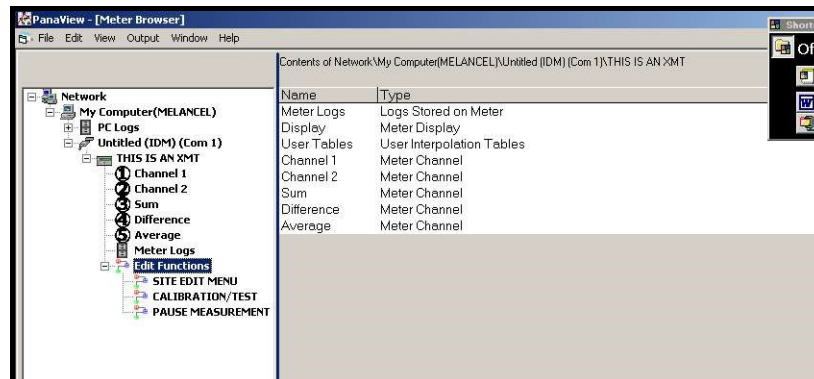

Figure 10: Menus dans le Éditer Les fonctions Option
4. Développez l'option Modifier les fonctions. La fenêtre ressemble maintenant à celle illustrée à la Figure 10.